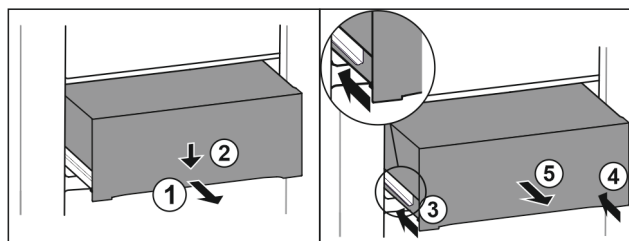

Fig. 173
- Tërhiqni jashtë sirtarin deri në gjysmë. Fig. 173 (1)
- Shtypni për poshtë sirtarin në pjesën përpara. Fig. 173 (2)
- Shtyni brenda shinën e majtë rreth 2 cm. Fig. 173 (3)
- Shtyni brenda shinën e djathtë rreth 2 cm. Fig. 173 (4)
- Hiqni sirtarin nga përpara. Fig. 173 (5)